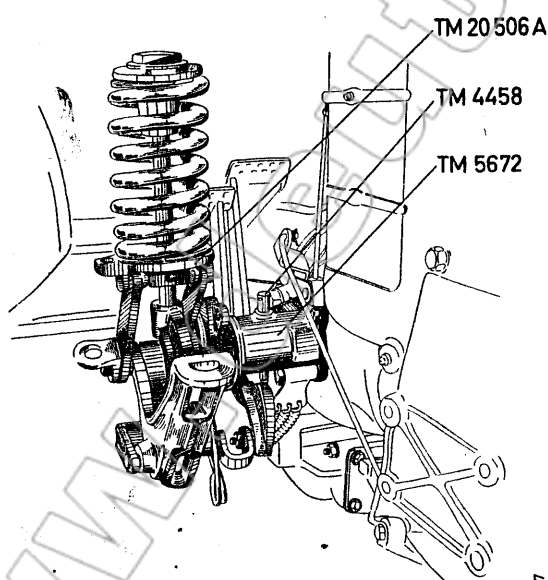

Abb. 6
7. Das **Hebewerk TM 20 506 A** wird nun in den Befestigungsbock TM 5672 eingeschoben und durch den Kegelstift TM 4458 gesichert. Es ist darauf zu achten, daß der Mitnehmerstift TM 5619 in den Hebewerksbolzen eingeschraubt ist. Der Mitnehmerstift TM 5619 betätigt den am Befestigungsbock TM 5672 gelagerten Kurvenhebel TM 5671 für die automatische Ausschaltung des Mähantriebes. (Abb. 6)